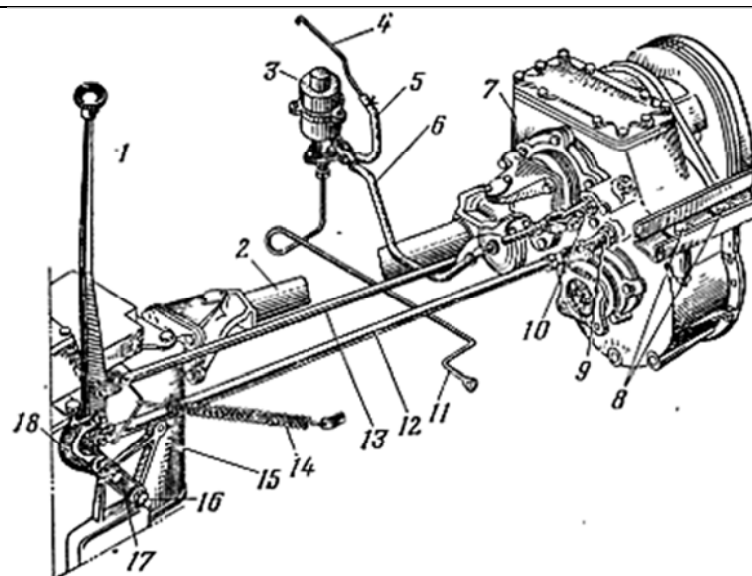

Рис. 3.5. Привод управления раздаточной коробкой автомобиля ЗИЛ-131:
3. Отсоединить основной карданный вал 2 (рис. 3.5) от фланца вторичного вала коробки передач 15 и от фланца первичного вала раздаточной коробки 7 и снять карданный вал 2	Ключи 17 × 19, 19 × 22
9. Вывернуть болты 16 (рис. 3.5) крепления кронштейна 17 рычага 1 управления раздаточной коробкой 7 от картера коробки 15 передач, снять пружинные шайбы, отсоединить рычаг 1 в сборе и отвести его в сторону	Ключи 12 × 14, 17 × 19
2. Расшплинтовать и вынуть палец и отсоединить тягу 12 (рис. 3.5) включения 1-й передачи от стержня 9 раздаточной коробки 7. Расшплинтовать, вынуть палец и отсоединить тягу 13 включения 2-й передачи от стержня 10 раздаточной коробки 7	Плоскогубцы комбинированные 150
7. Зачалить раздаточную коробку, расшплинтовать и отвернуть гайки болтов 8 (рис. 3.5) крепления раздаточной коробки, вынуть болты и опустить раздаточную коробку. Вынуть раздаточную коробку из-под шасси автомобиля	Чалочное приспособление, приспособление для снятия КП, торцовый ключ 24 мм, монтажная лопатка, молоток, тележка
<p>8. Поставить раздаточную коробку под шасси автомобиля. Зачалить и поднять коробку, вставить болты 8 (рис. 3.5), навернуть гайки до отказа и зашплинтовать</p> <p>9. Подсоединить тягу 22 (рис. 3.7) привода стояночного тормоза к угловому рычагу 20 кронштейна 21 раздаточной коробки 1, вставить палец и зашплинтовать</p> <p>10. Проверить и при необходимости отрегулировать стояночный тормоз</p>	<p>Приспособление чалочное, приспособление для снятия КП, тележка, монтажная лопатка, молоток, торцовый ключ 24 мм</p> <p>Ключ 17 × 19, плоскогубцы комбинированные 150</p>
<p>11. Подсоединить тяги 12 (рис. 3.5) и 13 включения передач раздаточной коробки соответственно к стержням 9 и 10, вставить пальцы и зашплинтовать их</p> <p>12. Подсоединить шланг 6, идущий от электровоздушного клапана 3 к раздаточной коробке 7, и затянуть гайку шланга</p> <p>13. Вставить электропровода в гнезда выключателей и закрепить их болтами</p>	<p>Плоскогубцы комбинированные 150</p> <p>Ключ 12 × 14</p> <p>Плоскогубцы комбинированные 150, отвертка</p>